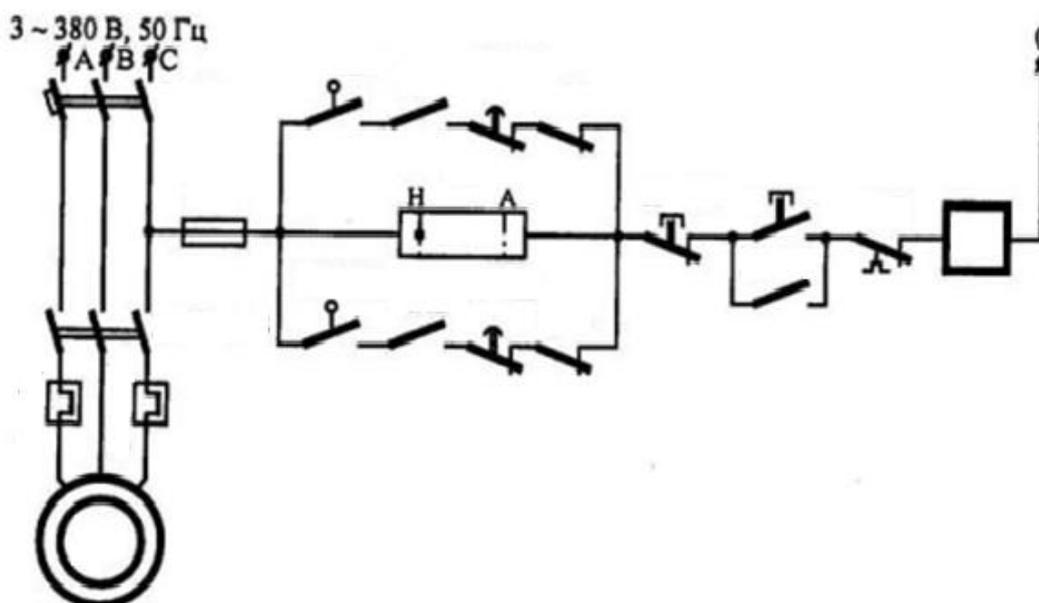

Рисунок 5 – Макет принципиальной схемы управления ПТС
1. Приведите принципиальную электрическую схему управления ПТС (по рисунку 3, можно использовать макет –рисунок 5), согласно ГОСТ 2.710-81 замените буквенные обозначения.